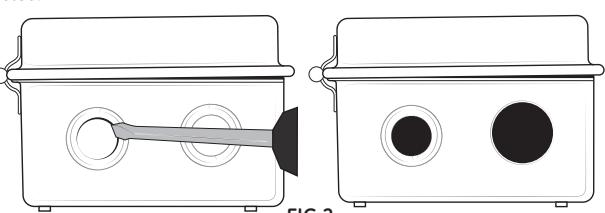

FIG 2
1. Place small-blade screwdriver into inner ring of knockout circle [FIG 2].
- Coloque un destornillador de hoja pequeña en el anillo interior del círculo del disco removible [FIG 2].